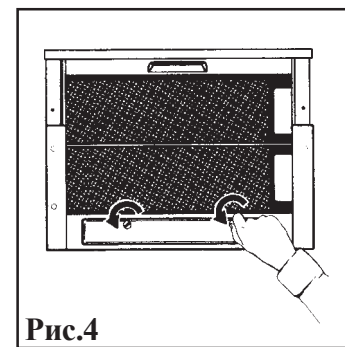

Рис.4
- Разблокируйте крышку лампы, повернув болты влево и сдвинув крышку лампы вниз, **рис.4**.